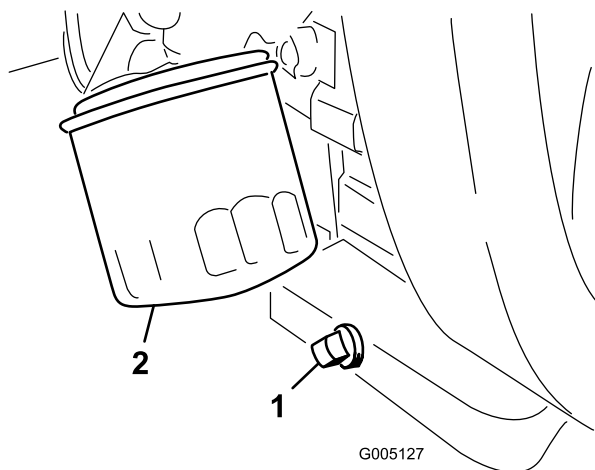

図 42
1. ドレンプラグ 図 42 を外してオイルを容器に受ける。オイルが抜けたらドレン・プラグを取り付ける。
2. オイルフィルタ 図 42 を外す。